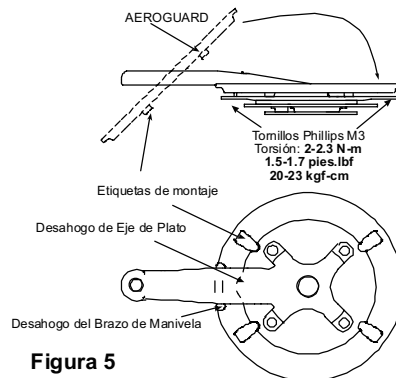

Figura 5
Inserte los tornillos Phillips M3 del dorso en el AEROGUARD y apriete según los requisitos de torsión mostrados en la Figura 5.
**Cuadrado:** Instale las bielas sobre una superficie limpia y libre de grasa. Refiérase a las especificaciones en la figura 5 antes de instalar.